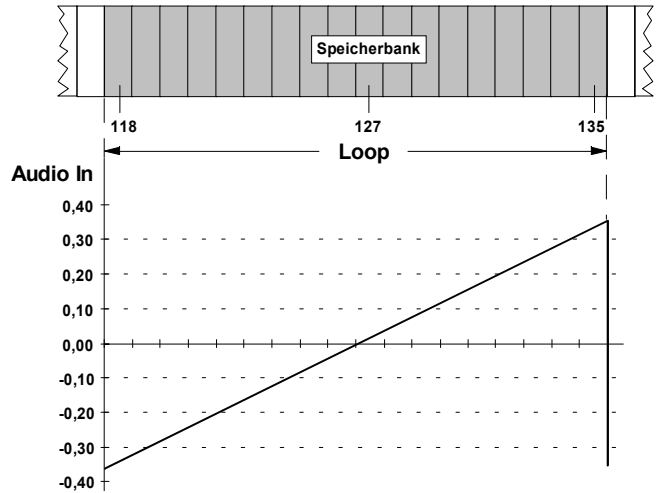

Abb. 4: Wave-Table-Oszillation
Durch Anlegen einer dynamischen Steuerspannung am Audio-/Wave-CV-Eingang ① (z.B. Sägezahnwelle eines LFO's, s. Abb. 4) "durchfahren" Sie ganze **Bereiche von Wave-Pages (Wave-Table-Prinzip**, s. auch Kap. 6. Anwendungsbeispiele).